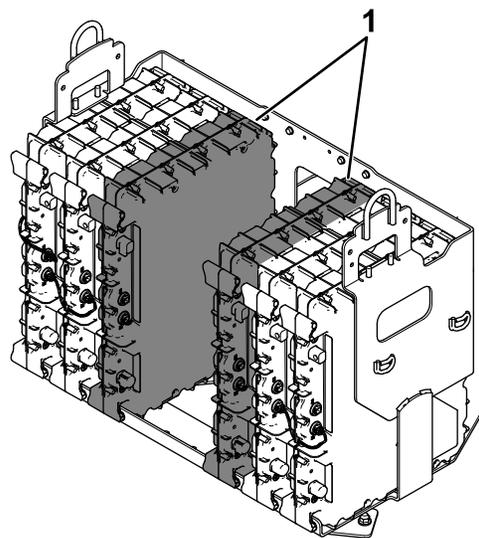

Figura 4
- La Figura 4 mostra 2 batterie installate (13 totali):